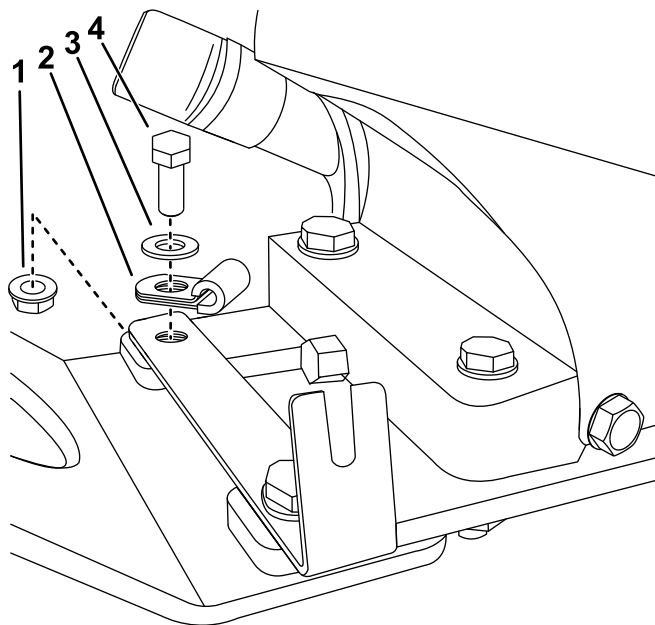

Bild 10
11. Verlegen Sie das Kabel unter der Vorderseite des Motors und durch den Kabelclip (**Bild 10**).
12. Entfernen Sie den Kabelclip von der Unterseite der vorderen rechten Motorschraube und montieren Sie diesen oberhalb (**Bild 10**).